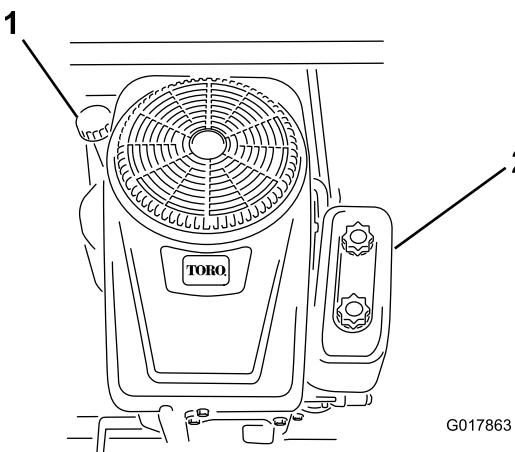

Figura 29
4. Limpie alrededor de la varilla de nivel de aceite (Figura 29) para impedir que caiga suciedad por el orificio de llenado y cause daños en el motor.
6. Vierta lentamente aproximadamente el 80% de la cantidad especificada de aceite por el orificio de llenado (Figura 29). Compruebe el nivel de aceite; consulte el procedimiento Verificación del nivel de aceite.